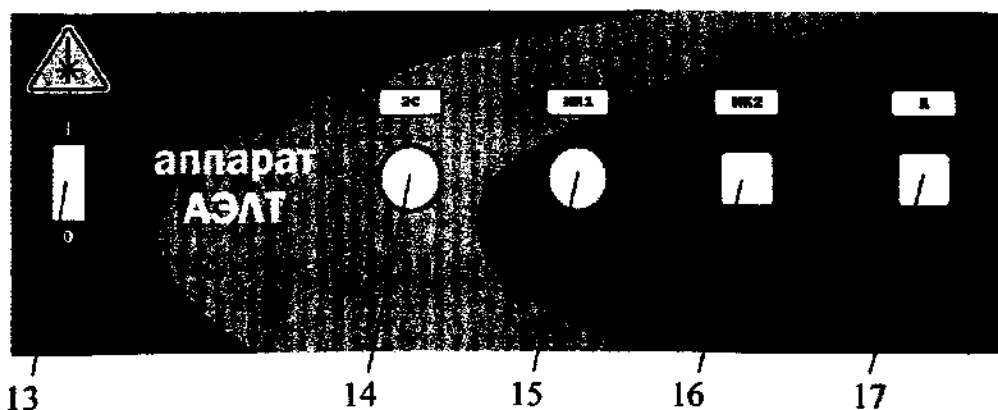

Рис. 2 Панель приборного корпуса.
7.2.3 На передней панели приборного корпуса аппарата (Рис.2.) находятся: